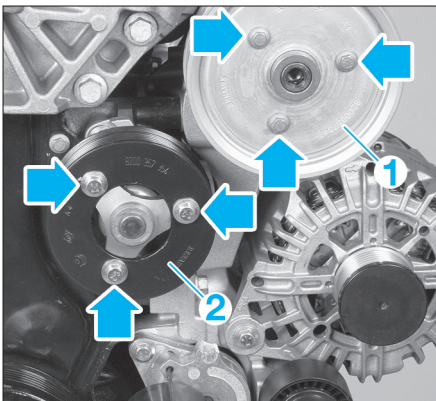
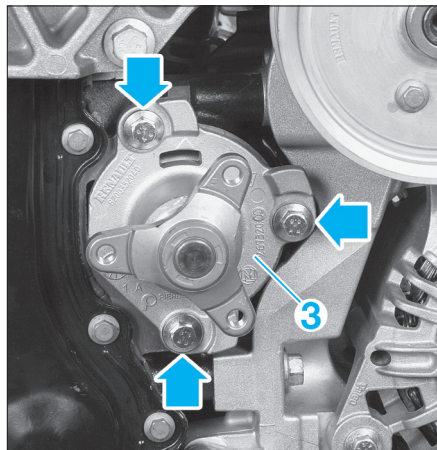

FIG. 37
FIG. 38
- Déposer la poulie (1) de pompe de direction assistée (fig. 37).
- Déposer la poulie (2) de pompe à eau.
- Déposer (fig. 38) :
- la pompe à eau (3).